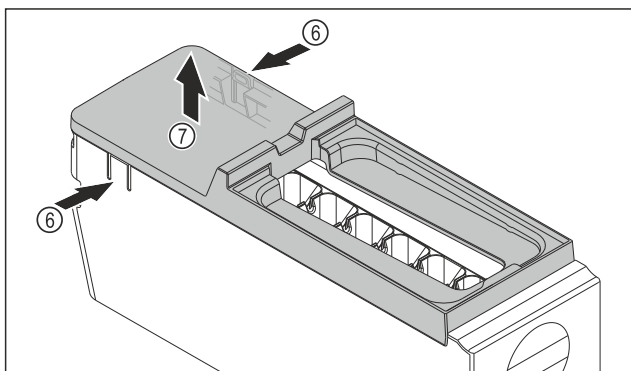

Fig. 142
- Odstráňte kryt korpusu EasyTwist-Ice: strmene Fig. 142 (6) na oboch stranách korpusu EasyTwist-Ice zatlačte rukou.
- Kryt Fig. 142 (7) odoberte druhou rukou smerom nahor.